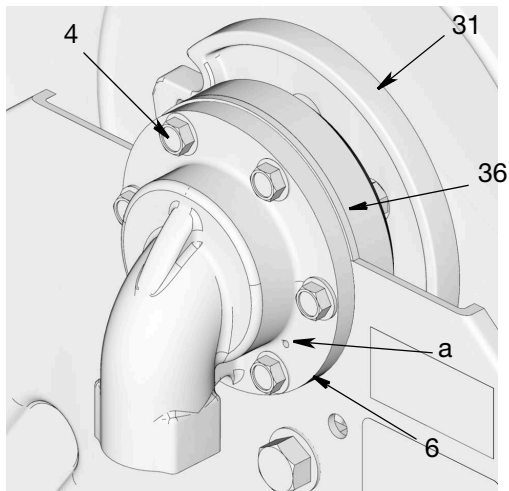

FIG. 20
- L'ingresso (6) è dotato di un foro di scarico (a), che consente di individuare guarnizioni malfunzionanti (Fig. 20).
2. Rimuovere i sei bulloni (4) (Fig. 20).